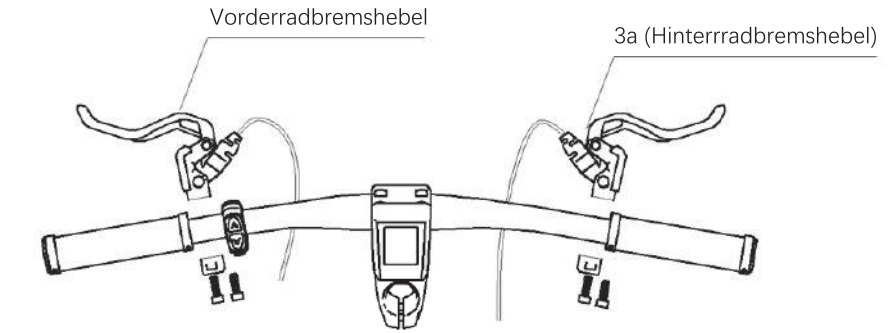

Abb. 48
a. Verwenden Sie einen T25-Torx-Schlüssel, um beide Bremshebel am Lenker zu befestigen, wie in Abb. 48 gezeigt.